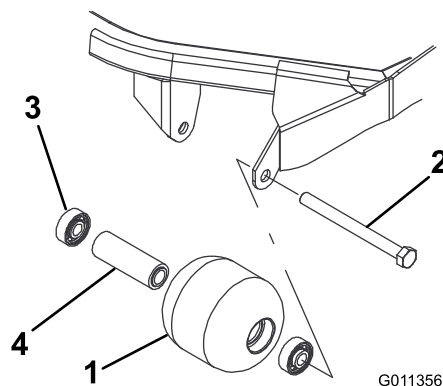

Figure 99
1. Retirez le boulon de fixation du galet (Figure 99).
4. Vérifiez l'état du logement des galets, des roulements et de la douille d'écartement de roulements (Figure 99)
1. Enfoncez le premier roulement dans le logement à la presse (Figure 99). Exercez la pression uniquement sur la bague extérieure ou uniformément sur les bagues intérieure et extérieure.
2. Insérez l'entretoise (Figure 99).
3. Enfoncez le second roulement dans le logement (Figure 99) en exerçant une pression uniforme sur les bagues intérieure et extérieure jusqu'à ce que la bague intérieure rencontre la douille d'écartement.